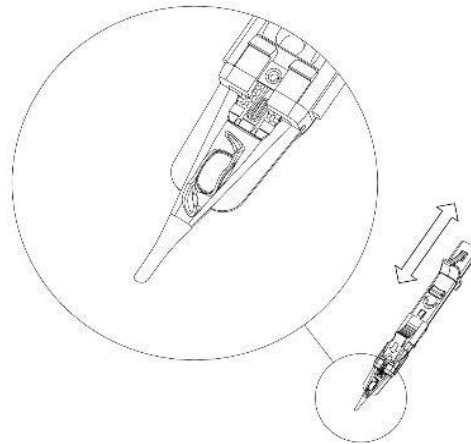

Fig 7
10. Una vez que la LIO alcanza las "alas del cartucho" como se muestra en la Fig. 7, deje de empujar y tire del émbolo hacia atrás hasta el final. Presione el émbolo nuevamente para eliminar el aire de la boquilla. Entra en el ojo y luego continúa empujando lentamente.